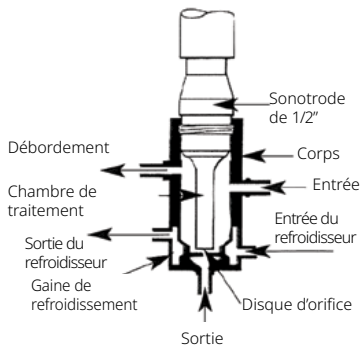

Figure 1
3. Fixez l'accessoire à débit continu sur un support approprié et utilisez les pièces de raccordement d'entrée/sortie adéquates (avec un tuyau d'un diamètre intérieur de 0,25" [6,35 mm]), comme indiqué dans les figures 1, 2 et 3.